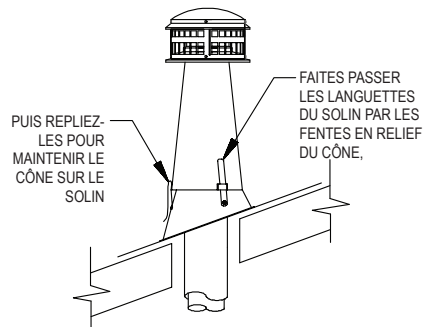

Figure 18
**6. Cône supérieur.** Glissez le cône supérieur sur le solin, de sorte que les bandes verticales du solin coïncident avec les fentes à la base du cône. Glissez les sangles dans les fentes comme indiqué sur la **Figure 18**. Ajustez le cône supérieur à une position généralement verticale. En maintenant le cône supérieur en position, pliez les sangles vers le bas comme indiqué.